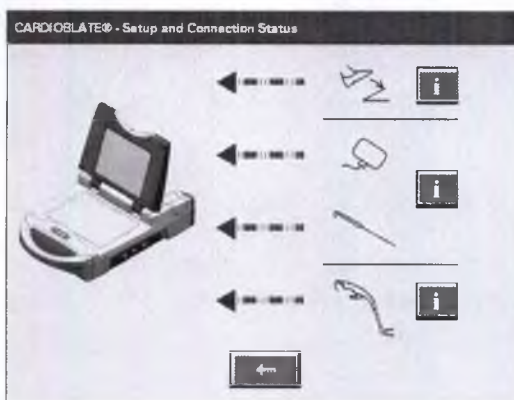

Рис. 3-10. Экран Setup and Connection Status (Установка и состояние соединений), устройства не подсоединены или не распознаны
2. Нажмите кнопку Setup (Установка). Отобразится экран Setup and Connection Status (Установка и состояние соединений) (Рис. 3-10).